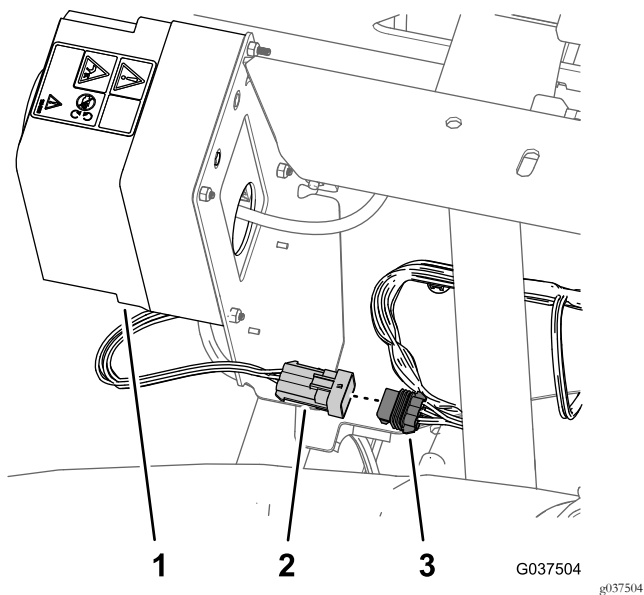

Рисунок 5
1. В задней части бака опрыскивателя найдите жгут проводов для комплекта распылителя или комплекта электрического шлангового барабана (Рисунок 5).
6-гнездового соединителя заднего жгута проводов (Рисунок 5).